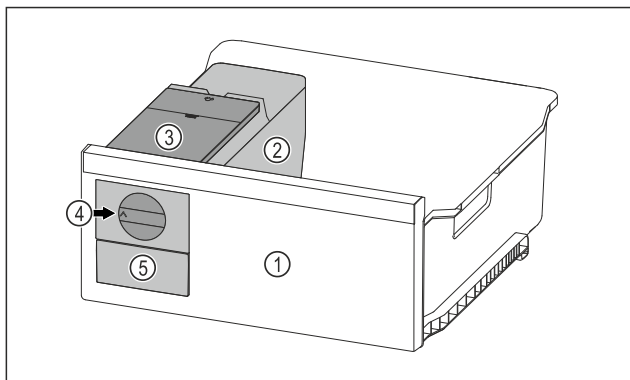

Fig. 68 Przykładowa prezentacja
- ▶ Pokrętko Fig. 68 (4) obrócić zgodnie z ruchem wskazówek zegara.
- ▷ Kostki lodu wypadają do pojemnika na kostki lodu w szufladzie na kostki lodu Fig. 68 (5).